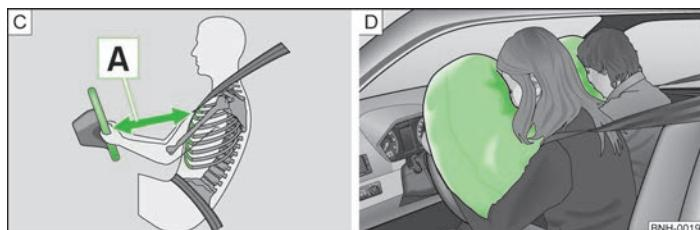

Fig. 103 Distancia de seguridad con respecto al volante/Airbags llenados de gas
Al activarse, los airbags se llenan de gas propelente y se despliegan delante del conductor y el acompañante »fig. 103 - [D]. Al sumergirse la cabeza y el tórax en el airbag completamente inflado, se amortigua el movimiento hacia delante del conductor y del acompañante, y se reduce así el riesgo de lesiones en esas partes del cuerpo.
- Es importante que el conductor y el acompañante mantengan una distancia mínima de 25 cm con respecto al volante o al cuadro de interruptores **A** » fig. 103. Si no respeta la distancia mínima, el sistema de airbag no podrá protegerle - ¡Peligro de muerte! Además, los asientos delanteros y los reposacabezas siempre deben estar correctamente ajustados a la estatura del ocupante.